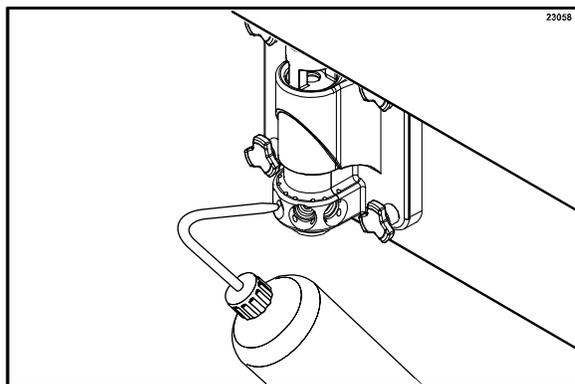

图 26
6. 在挤压瓶内注满消毒液，在冷冻门下面放置一个桶，将挤压瓶的插管端插入糖浆出口，并用力挤压瓶子。这将迫使消毒液从邻近的糖浆口流出并向下流过混合搅拌器的周围。应对每个糖浆口进行这一步骤至少10秒钟。（见图 26。）